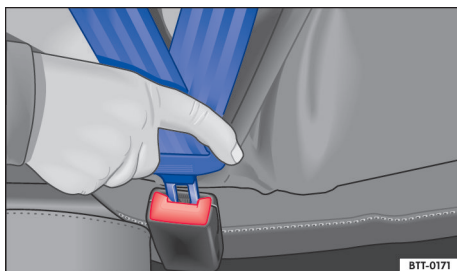

Fig. 32 Introduzir a lingueta do cinto de segurança no fecho do cinto de segurança.
- Introduzir a lingueta do cinto firmemente no fecho do cinto de segurança correspondente ao assento → Fig. 32.